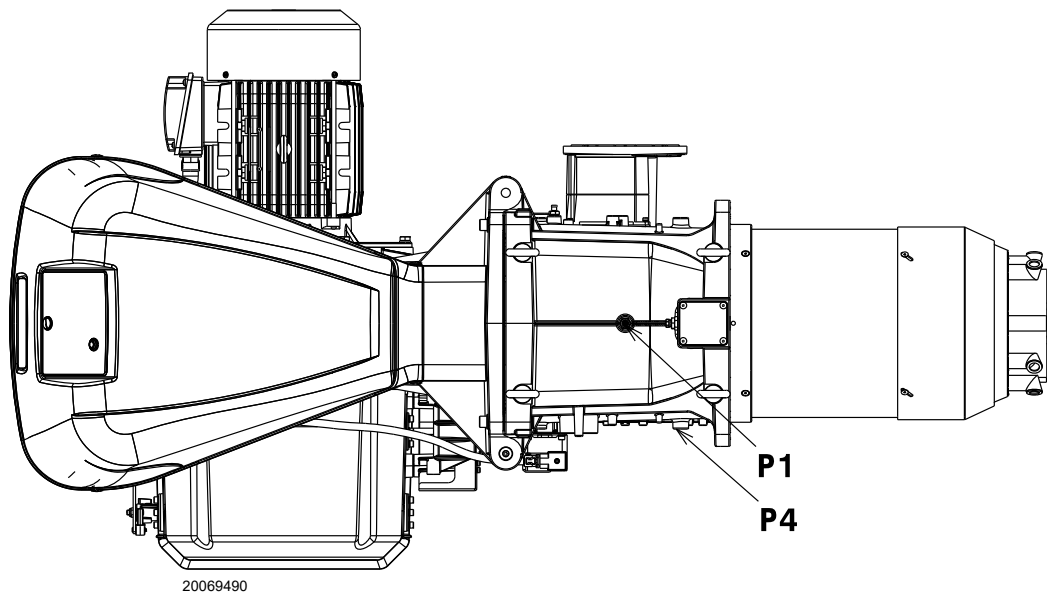

Abb. 23
Gasdruck, am Anschluss P1)(Abb. 23) gemessen mit:
- Vom Gasdruck am Anschluss P1)(Abb. 23) den Druck in der Brennkammer abziehen.
Gasdruck am Anschluss P1)(Abb. 23) = 58,1 mbar
Um stattdessen den am Anschluss P1)(Abb. 23) notwendigen Gasdruck zu ermitteln, nachdem die Höchstleistung festgelegt wurde, bei der Brenner arbeiten soll:
- Rechts, in Spalte 1, den Druck am Anschluss P1)(Abb. 23) ablesen.
Am Anschluss P1) (Abb. 23) erforderlicher Druck.